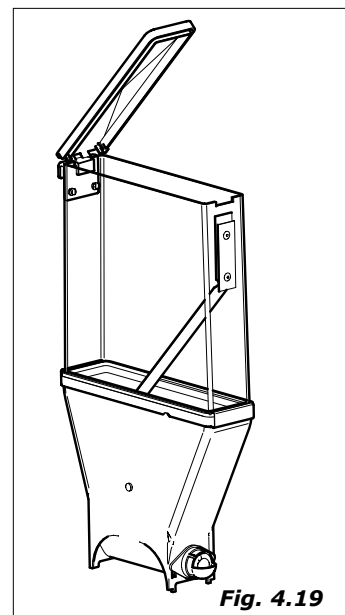

Fig. 4.19
- desmontar las tapas y rampas de producto (Fig.4.19). Sumergir todo en la solución anteriormente preparada